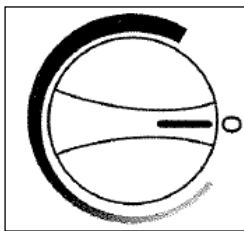

Fig. 1
- Lorsque le refroidissement maximale est atteinte, tournez le dos du bouton de commande de température à un réglage désiré sur le cadran de contrôle bleue graduée. **Voir Fig.1.**